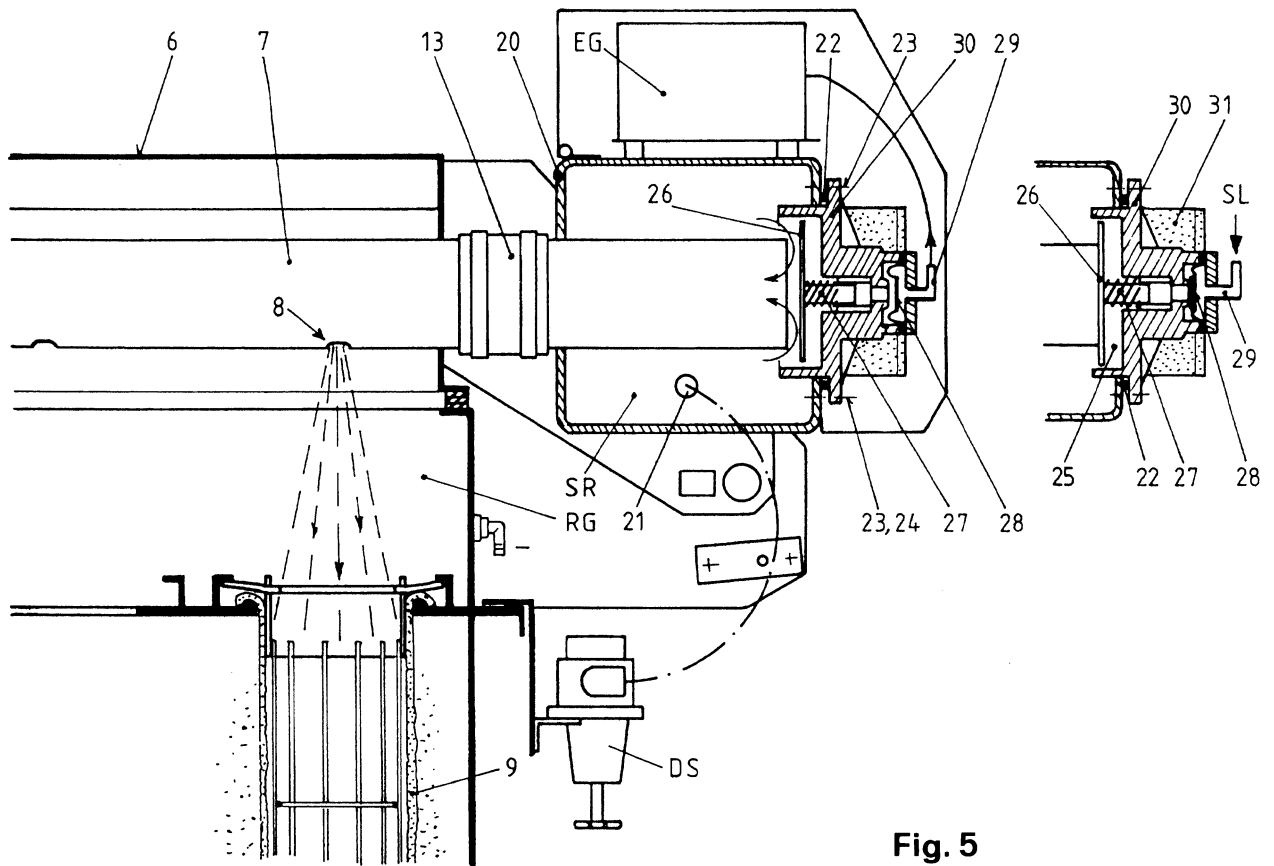

Fig. 5
1.5.2 Wirkungsweise (Siehe Fig. 5)